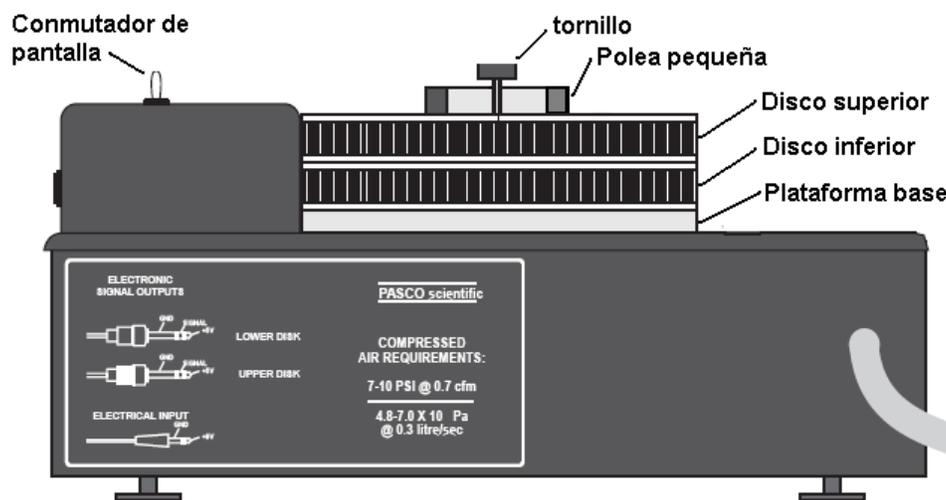

Figura 2. Disposición del equipo
3. Disponga el equipo de Dinámica Rotacional como se indica en la figura 2. Coloque como disco inferior el que tiene la etiqueta “*This side MUST BE DOWN*” (este lado hacia abajo), y como disco superior cualquiera de los otros dos discos (el de aluminio o el de acero).